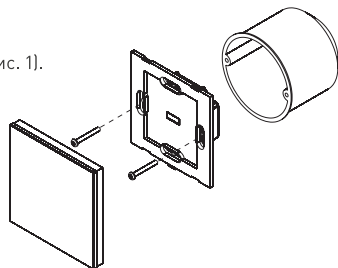

Рис. 2. Монтаж панели управления.
- Зафиксируйте корпус панели в монтажной коробке (Рис. 2).